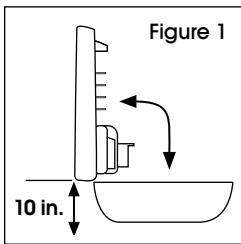

Figure 1
1. Installez le distributeur à au moins 25,4 cm (10 po) au-dessus du comptoir. (Voir Figure 1)